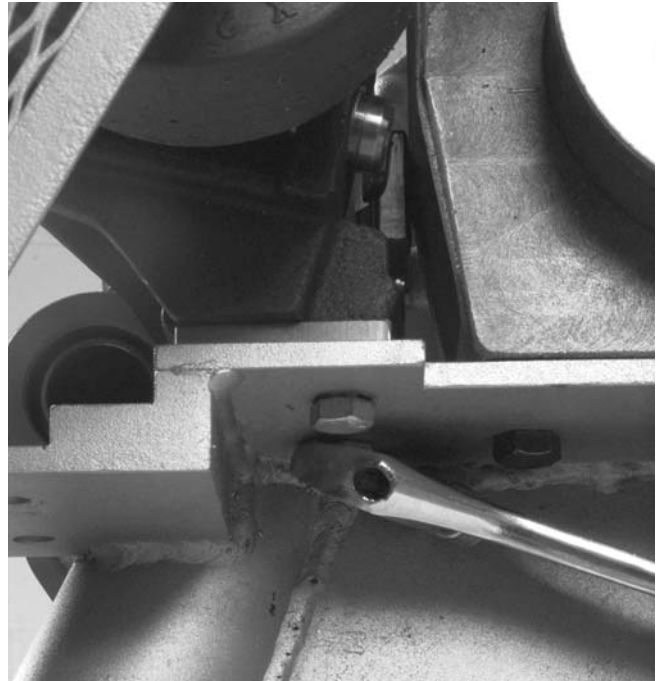

Figura 11 – Extracción de los pernos que sujetan el estabilizador
1. Extraiga los dos pernos de 3/8 pulgada que sujetan al estabilizador en su lugar (emplee una llave de cubo de 9/16 pulg.) (Figura 11).